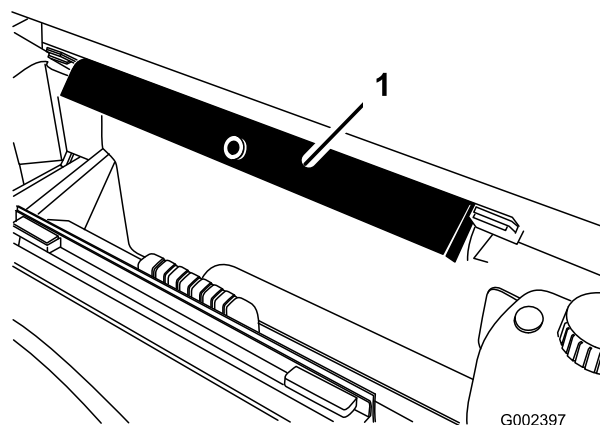

Figura 83
8. Retire o suporte da plataforma dos suportes existentes na parte de trás do painel do sistema ROPS (Figura 83).